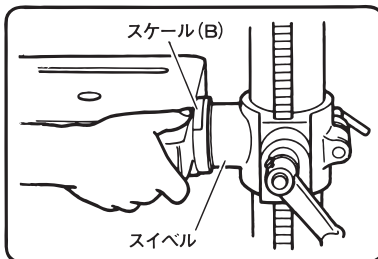

図 10
- (2) つぎに、ボルト(A)をゆるめテーブルを傾けテーブルの刻印線をスイベルのスケール(B)の角度目盛に合わせてください。(図10)